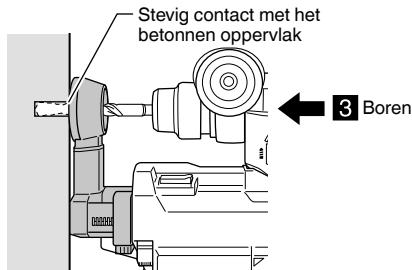

Afb. 11
- (2) Geef het mondstuk vrij en zorg dat het stevig contact maakt met het oppervlak van het beton. (Afb. 11)